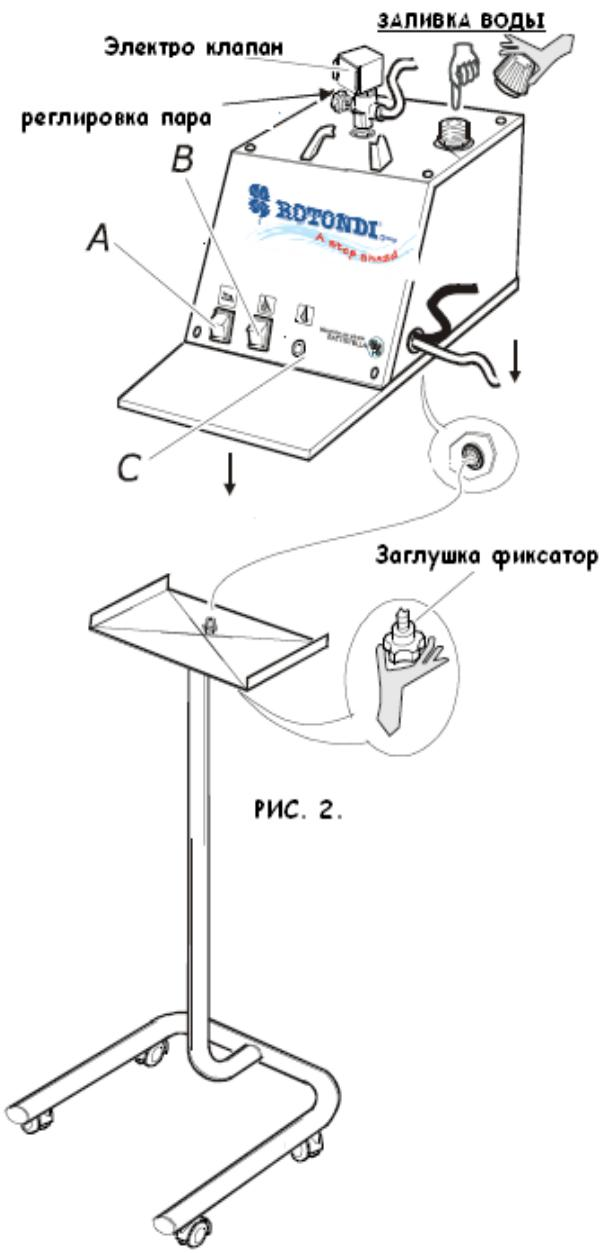
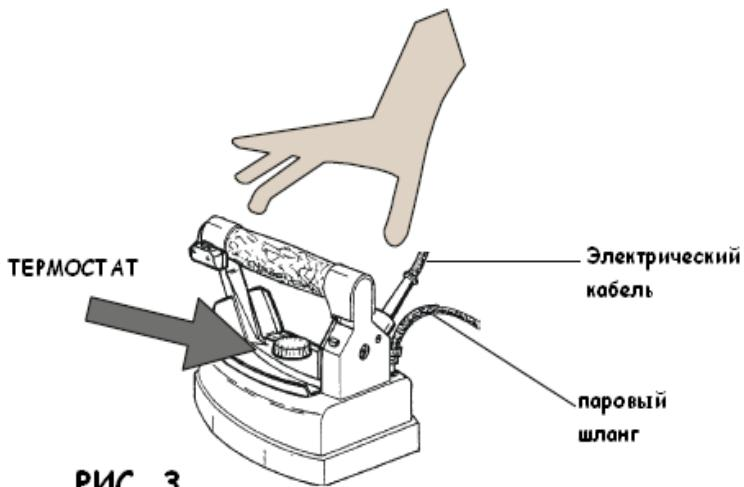

РИС. 2.
РИС. 3
1. Открутите Аварийный клапан (рис.1) и заполните котёл водой (рис.2) на 2/3 объема бойлера. Далее обратно заверните аварийный клапан, но не слишком туго поскольку прокладка может повредиться.
3. Включите бойлер (рис.2 В) и утюг (рис.2А), установите термостат утюга(рис.3) в положение «Cotton» (Хлопок).
4. Подождите до тех пор пока лампа работы котла не выключится (рис.2 С)
вентиля электроклапана(рис.2).
4. Для сухой глажки (см. рис. 3) утюг можно отрегулировать в различные положения при помощи термостата. Для глажки с паром устанавливайте термостат в положение “cotton” или “linen”.
5. Если вы работаете на доске без функции «вакуумного отсоса», иногда могут образовываться круглые пятна конденсата. Что бы обойти эту проблему, положите войлок под рабочее место и отрегулируйте колесико электроклапана на минимум.(рис.2)
Для этого выключите питание парогенератора, и не много погодя выкрутите аварийный клапан(рис.1)на 360° ,затем ждите пока пар не выйдет полностью. Отвинтите клапан с осторожностью,и подождите несколько минут.Затем заполните котёл с водой на $2/3$ объема.(рис.2) Закрутите аварийный клапан и ждите пока лампочка бойлера не потухнет.(рис.2 С) Теперь устройство снова готово к работе. Внимание! Парогенератор всегда должен быть в горизонтальной плоскости.